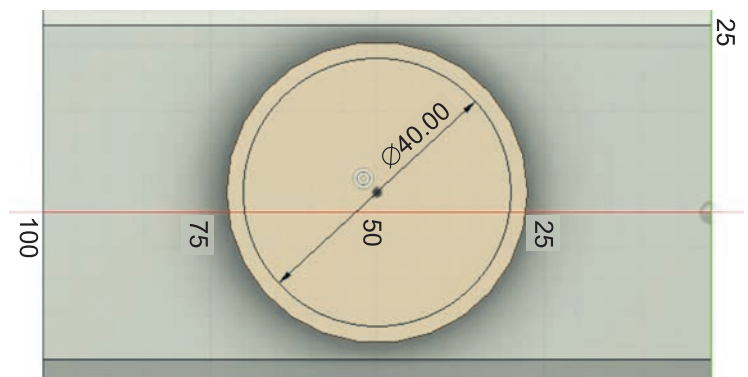

Рис. 42. Изображение окружности горловины
2.14. Изобразим ещё одну малую окружность диаметром 40 мм с центром, совпадающим с центром предыдущей окружности (рис. 42).